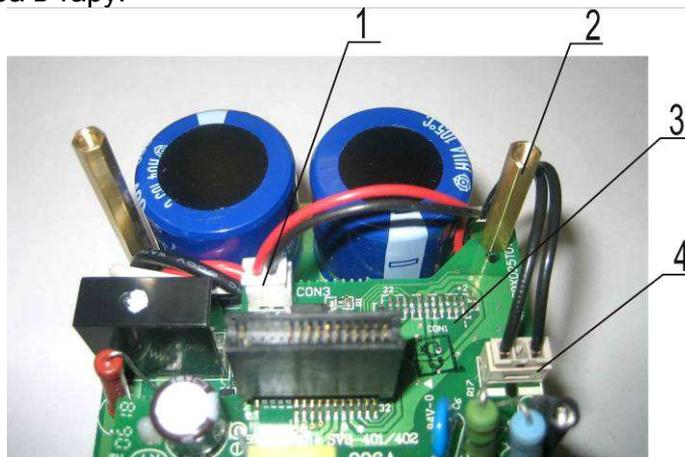

Рис. 6.7
6.6.1. Выкрутить стойку 2 (рис. 6.7). Положить стойку в тару.
6.6.2. Отсоединить розетку 4 от разъёма на плате 3 (рис. 6.7).
6.6.3. Отсоединить розетку 1 от разъёма на плате 3 (рис. 6.7). Положить кабель вентилятора в тару.